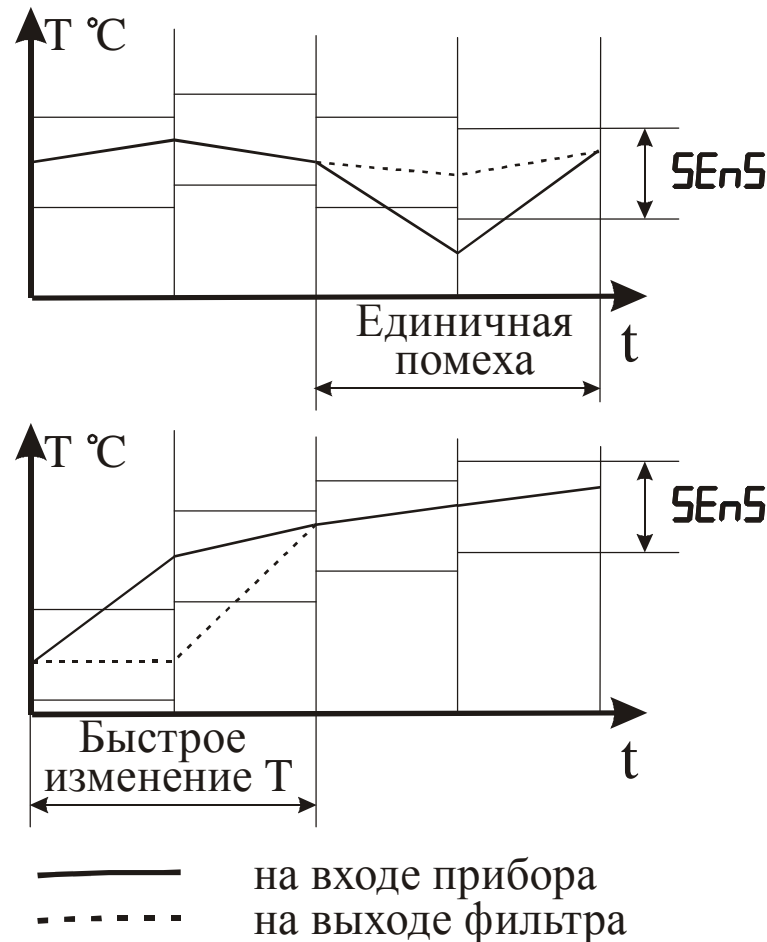

Рисунок 3.9 – Работа фильтра при воздействии случайной помехи и быстром изменении сигнала
3.3.3.9 С целью уменьшения влияния случайных импульсных помех на показания в прибор введена цифровая фильтрация. Работа фильтра описывается параметром “Полоса фильтра”. Если текущее значение температуры отличается от результатов предыдущего измерения на значение, которое превышает указанное в параметре “Полоса фильтра”, то проводится повторное измерение температуры, а на индикаторе остается старое значение (см. рисунок 3.9).